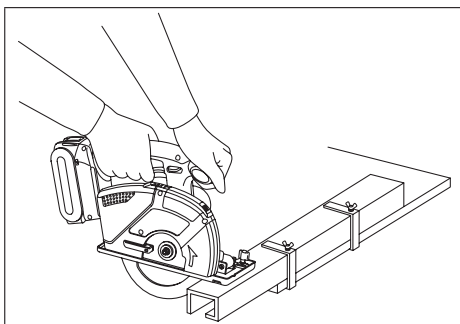

Fig. 14
- Fig. 14 viser den rigtige skæreposition.